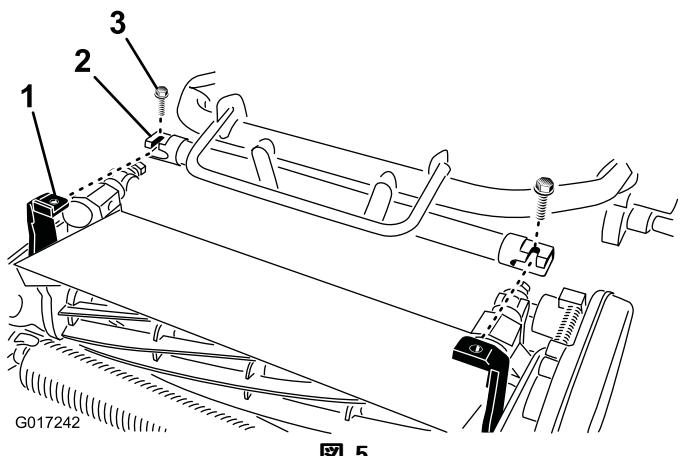

図 5
4. トラクションユニットのフレーム（図 5）を前方に引き出してカッティングユニットのピボットアームに接続する。
5. トラクションユニットのフレームをカッティングユニットのピボットアームに固定する；3/8 x 3/4 インチのボルト（2本）を使用する（図 5）。